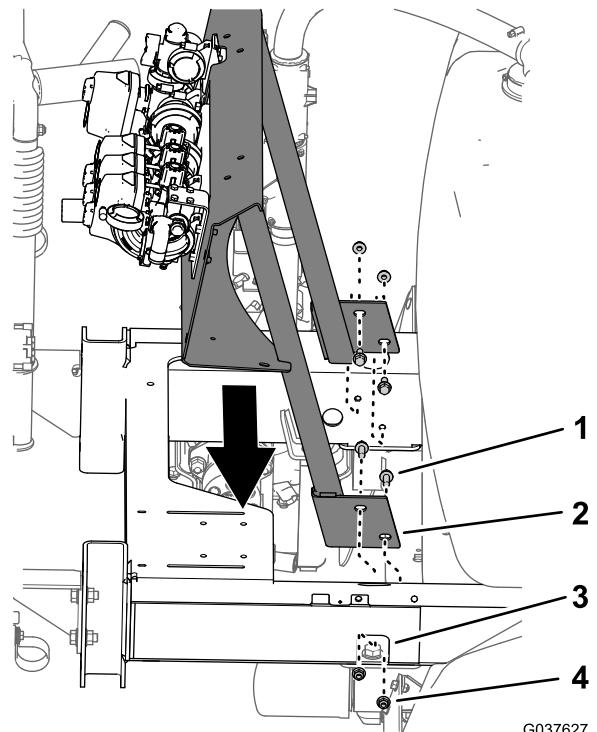

Bild 50
1. Fluchten Sie die Löcher in der Ventilbefestigung mit den Löchern im Rahmen der Maschine aus (Bild 50).
2. Montieren Sie die Ventilbefestigung mit den vier Bundkopfschrauben (3/8" x 1") und den vier Sicherungsbundmuttern (3/8"), die Sie in Schritt in Entfernen der Ventilstütze \(Seite 21\) entfernt haben, am Rahmen (Bild 50).